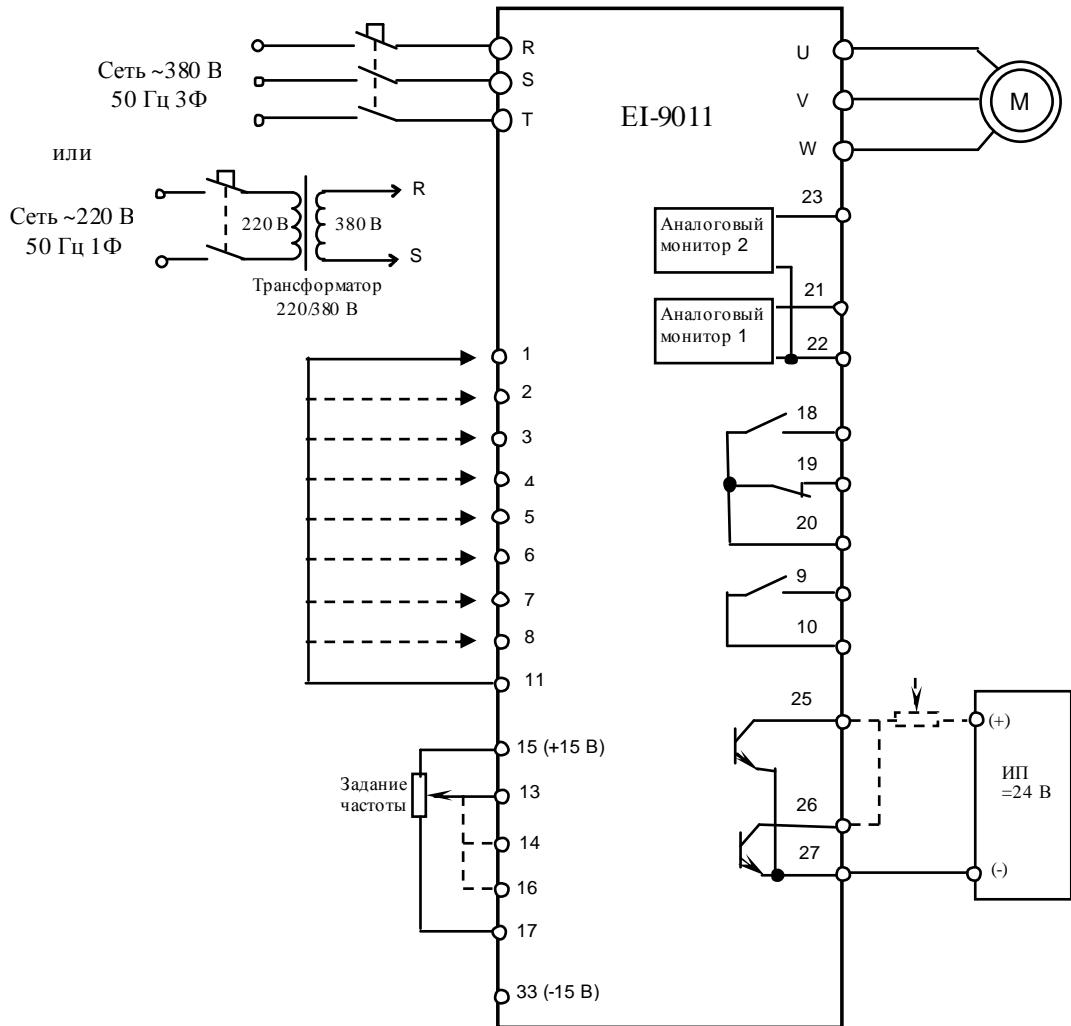

Рис. 4.14. Диагностика цепей управления преобразователя EI-9011.
4.17.18. Отсоединить потенциометр от клемм 15, 16, 17 и присоединить его к клемме 25 и к источнику питания =24 В, как показано на рис. 4.14. Включить источник питания. При помощи мультиметра в режиме измерения постоянного напряжения $V=$ измерить напряжение между клеммами 25 и 27 – должно быть 24 ± 2 В.